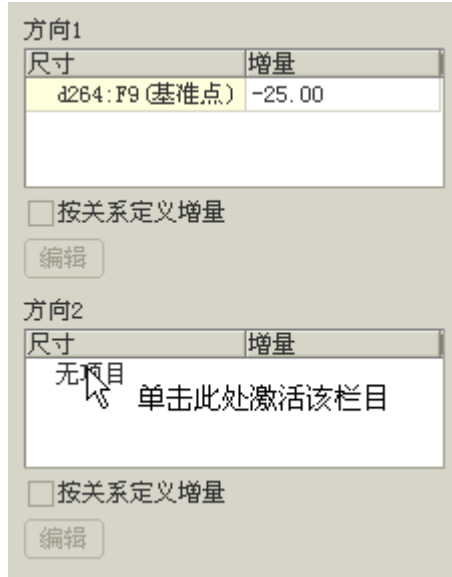

图 52-33
- (3) 打开【尺寸】面板，激活【方向 2】栏，如图 52-33 所示。